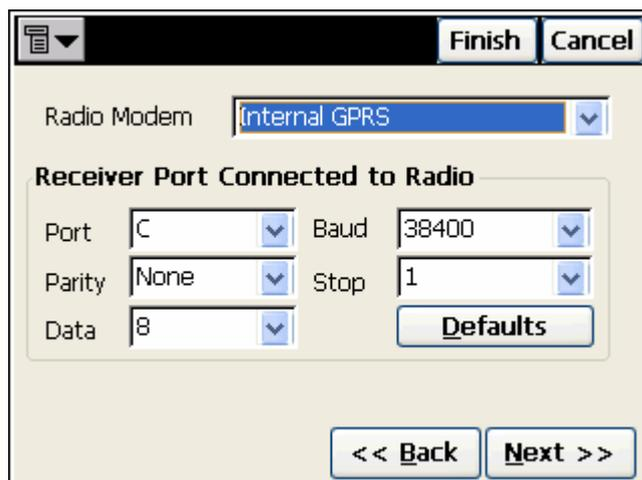

Рисунок 3-24. Модем подвижного приемника
4. Добавьте в список IP-адрес базы и порт, после чего нажмите **Next (След)**. IP-адреса и порты можно добавлять в список и удалять из него (см. рис. 3-24 на стр. 3-18).